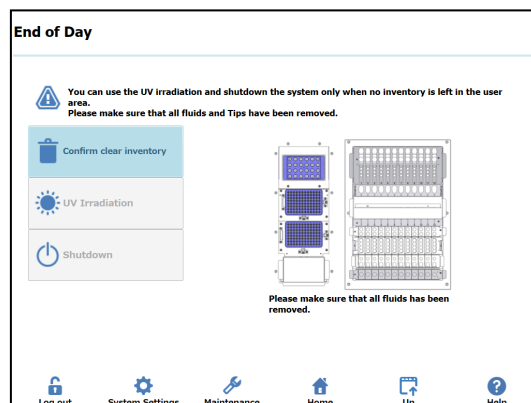

Figura 17. Pantalla «End of Day» (Final del día)
26. En la pantalla «Home» (Inicio), seleccione «End of Day» (Final del día). Aparece la pantalla siguiente (figura 17).